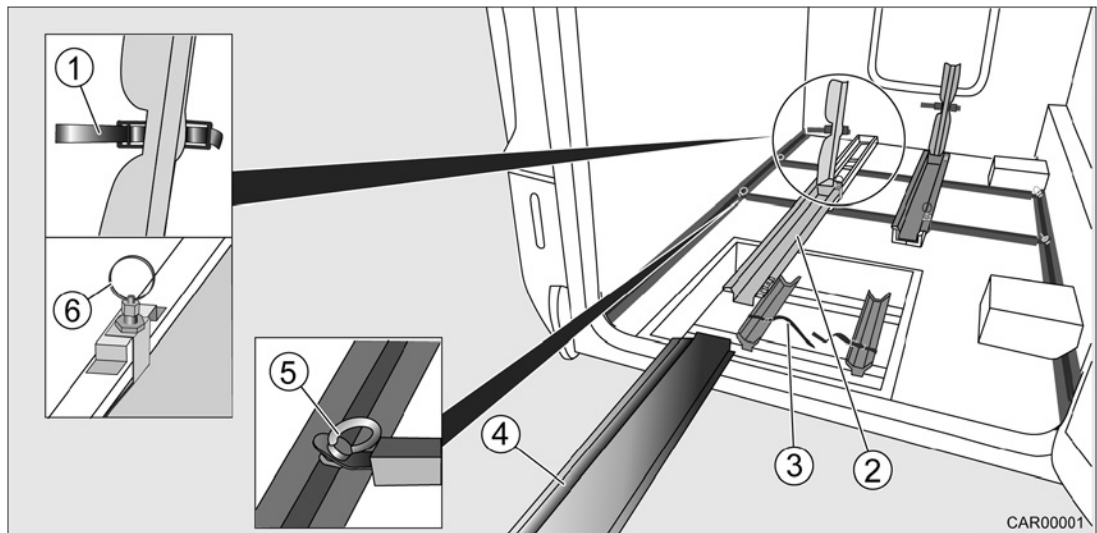

Fig. 5 Barres de fixation dans le garage à vélo électrique
2. Sortir le rail d'accès (Fig. 5/4) du garage et le positionner devant le rail coulissant souhaité (Fig. 5/2).
3. Tirer la goupille de sécurité (Fig. 5/6) vers le haut.
4. Tirer le rail coulissant (Fig. 5/2) en dehors jusqu'à ce qu'il encliquette.
7. Glisser le vélo électrique sur le rail d'accès (Fig. 5/4) dans le rail coulissant (Fig. 5/2).
8. Fixer la roue arrière avec la courroie dentée (Fig. 5/1) au rail coulissant (Fig. 5/2).
9. Tirer la goupille de sécurité (Fig. 5/6) vers le haut.
10. Glisser le rail coulissant (Fig. 5/2) à l'intérieur jusqu'à ce qu'il encliquette. Ce faisant, guider le vélo électrique avec la main.
11. Fixer la roue avant avec la sangle d'arrimage (Fig. 5/3) sur le rail de fixation.
17. Si nécessaire, fixer le vélo électrique avec des sangles de serrage additionnelles aux œillets (Fig. 5/5).